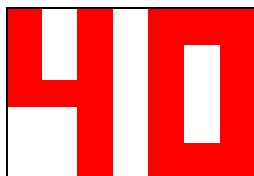

Рисунок 4 – Настройка температуры включения насоса/клапана
- с помощью кнопок 2 и 3 выбрать пункт меню «1», нажать **START/STOP** и выставить «температура включения насоса/клапана» с помощью кнопок 2 и 3. При этом на индикаторе будет мигать текущее значение температуры, рисунок 4;